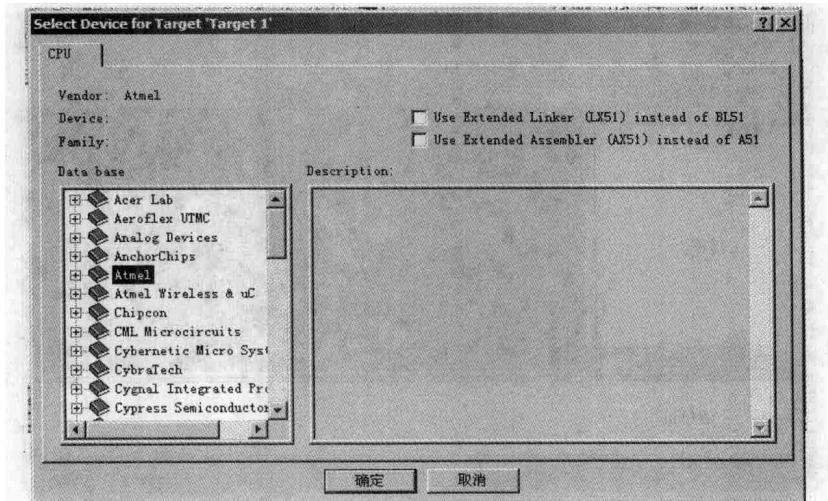

图 1-6 选择 CPU
4) 选择 CPU。点击“Atmel”，这里我们选择 Atmel 公司的 CPU，也可选择其他的。如图 1-6 所示。
6) 选择 CPU。点击“Atmel”，这里我们选择 Atmel 公司的 CPU，也可选择其他的。如图 1-6 所示。